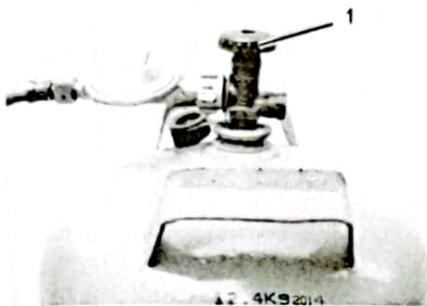

Abb. 7
2. Drehen Sie das Ventil (Abb. 7/1) des Flüssiggas-Behälters auf.
4. Drehen Sie das Ventil (Abb. 7/1) des Flüssiggas-Behälters zu.